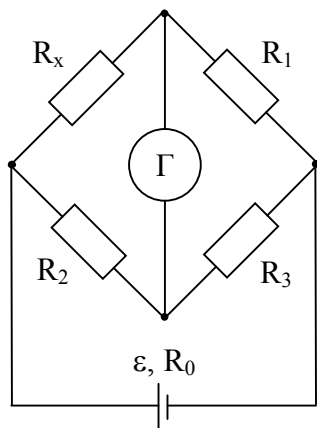

Рис. 1.
16. Определить значение сопротивления резистора  $R_x$ , включенного в плечо моста (рис. 1), если в уравновешенном состоянии сопротивления других плеч моста составляют:  $R_1 = 100$  Ом,  $R_2 = 524$  Ом,  $R_3 = 2000$  Ом.